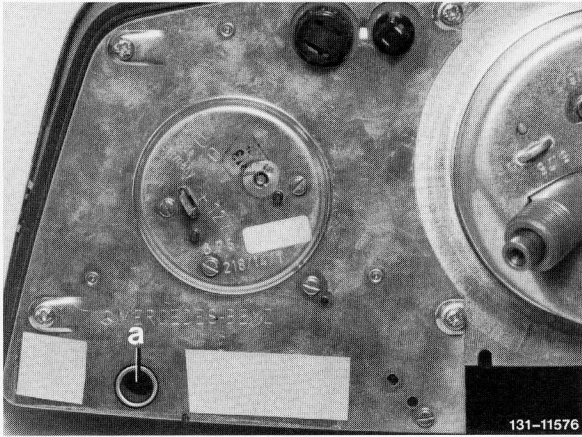

Bild 6
35 Kombi-Instrument wieder einbauen, dabei Fassung mit Glühlampe (33) in die Steckbuchse (a) für die Kontrollleuchte eindrücken (Bild 6).